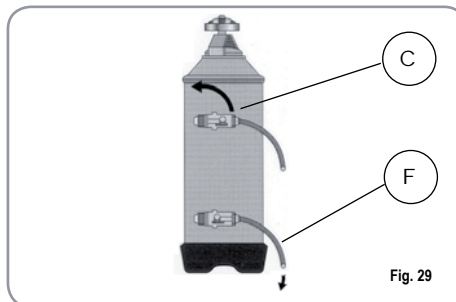

Fig. 29
- 2) Colocar nuevamente el tapón y llevar la palanca C hacia la izquierda (Fig. 29), dejando descargar el agua salada del tubo F para que no se vuelva dulce aproximadamente 1/2 hora).